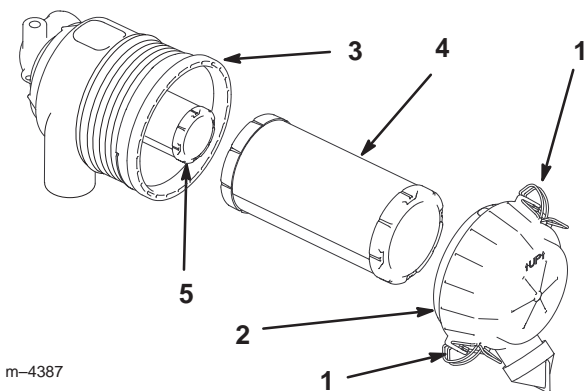

Figure 55
3. Ouvrez les dispositifs de verrouillage du filtre et ôtez le couvercle du corps du filtre (Fig. 55).
5. Sortez l'élément primaire du corps du filtre avec précaution (Fig. 55). Evitez de cogner l'élément à l'intérieur du corps. N'enlevez pas l'élément de sécurité, sauf si vous voulez le remplacer également.
2. Si vous remplacez l'élément de sécurité, insérez-le avec précaution dans le corps du filtre (Fig. 55).
3. Installez ensuite l'élément primaire sur l'élément de sécurité avec les mêmes précautions (Fig. 55). Assurez-vous qu'il est bien engagé en appuyant sur le rebord extérieur de l'élément que vous installez.
4. Reposez le couvercle, le côté portant l'inscription UP étant tourné vers le haut, et fermez les dispositifs de verrouillage (Fig. 55).